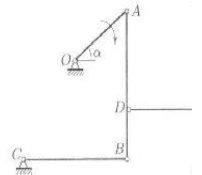

Рис. 6
**Задача 6.** Механизм состоит из пяти шарнирно соединенных стержней. Три шарнирные опоры крепят механизм к основанию. В указанном положении механизма (рис. 6) известна угловая скорость стержня  $OA$ :  $\omega_{OA} = -6$  с-1. Дано:  $OA = 5$  см,  $AB = 9$  см,  $BC = 8$  см,  $BD = 3$  см,  $DE = EF = 6$  см,  $\cos \alpha = 4/5$ . В данный момент стержень  $DE$  горизонтальный, стержни  $AB$  и  $FE$  вертикальные. Найти угловые скорости всех звеньев механизма.